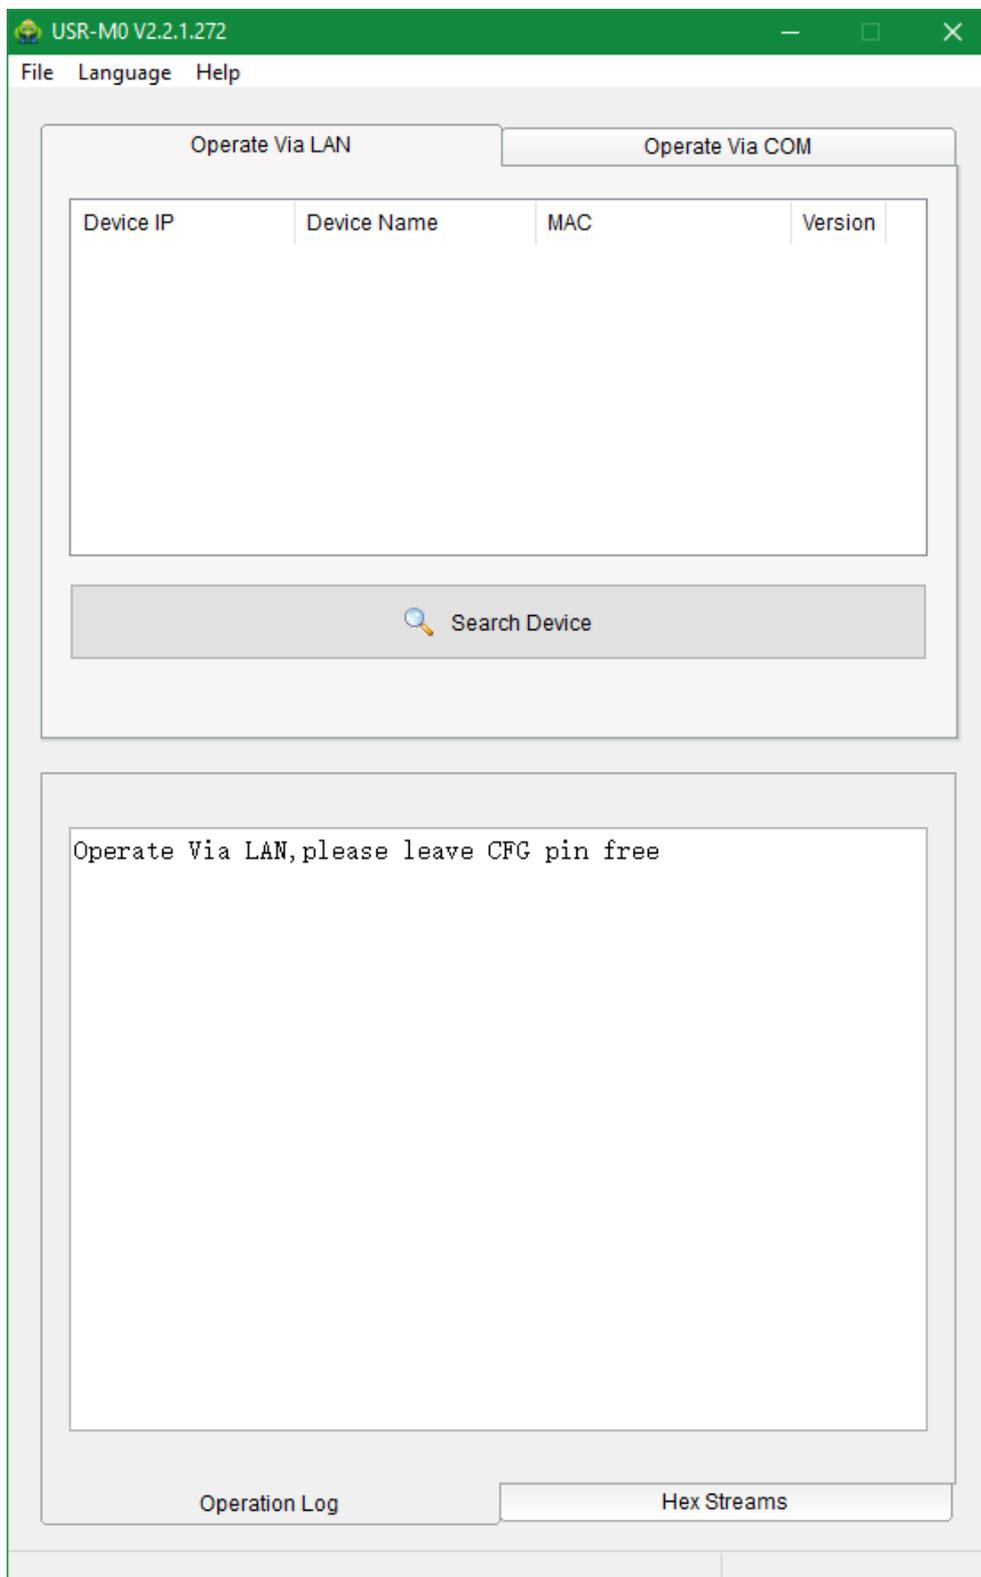

Рисунок 4.1.
3. Запустить утилиту **USR-M0 Setup Software V2.2.1.272**. На экране отобразится окно, приведенное на рис.4.1.